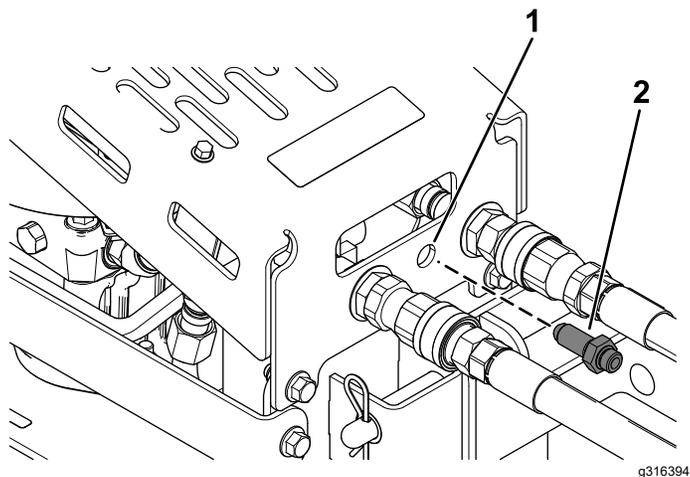

Figure 1
1. Enlevez l'écrou de blocage du raccord de traversée et insérez le raccord de traversée dans l'ouverture de la protection du refroidisseur (Figure 1).